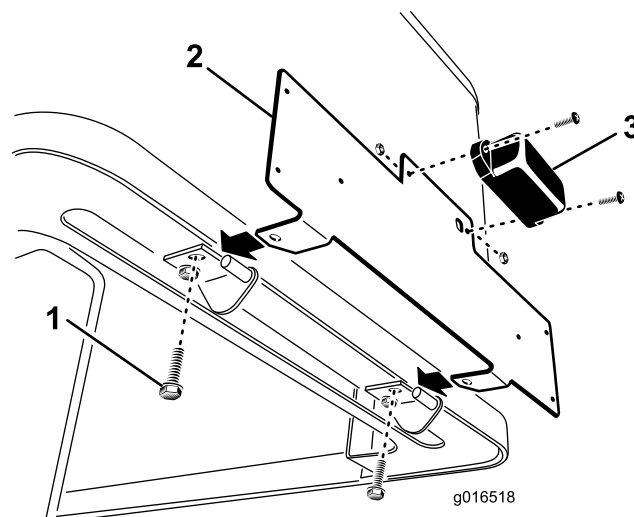

Figura 1
4. Rimuovete le (2) coppiglie che fissano i supporti del perno del cofano ai perni del telaio e sollevate il cofano.
5. Rimuovete le viti **posteriori** che fissano i supporti del perno al cofano (Figura 1). Rimuovete solo la vite posteriore da ogni supporto del perno del cofano.
6. Montate la luce sul supporto piastra con (2) viti #10 x 5/8 pollici e #10 dadi di bloccaggio (Figura 1). Non serrate eccessivamente. Assicuratevi che la lente sia rivolta verso il basso e che i fili siano inseriti nel foro nel supporto piastra.
7. Con le (2) viti precedentemente rimosse, installate la piastra di montaggio sui supporti del perno e sul cofano (Figura 1).